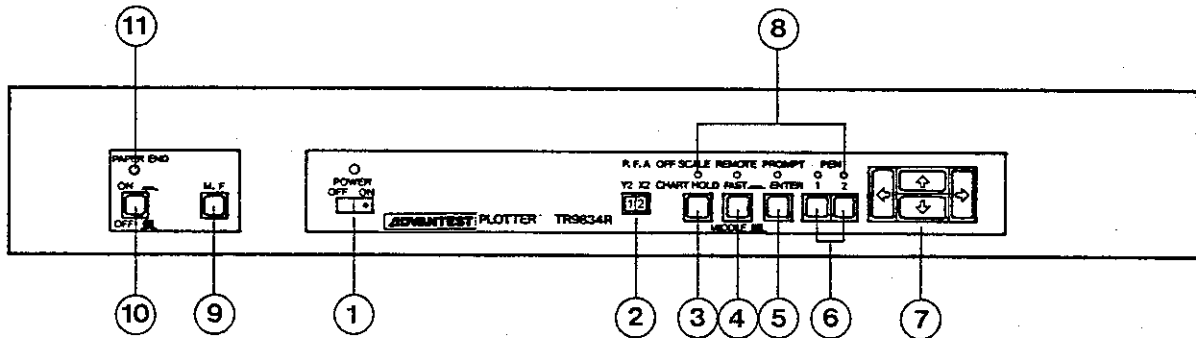

図6-6 操作パネルの説明
**TR9834R**の操作パネルを〔図6-6〕に示します。